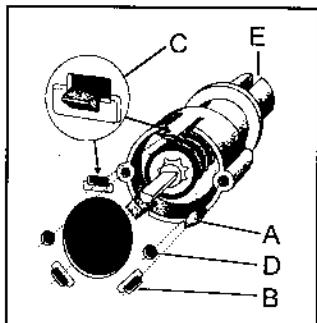
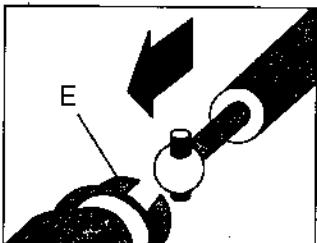

Рис. 17
Рис. 18
- Ведите исполнительный механизм с внутренней стороны блока переключателей или панели управления духовкой, так чтобы три выступа (A) совпали с тремя прорезями (B) на блоке переключателей или панели (рис. 17). (При этом имеется только одно подходящее положение.)
- Нажмите слегка на исполнительный механизм, так чтобы он зафиксировался с помощью выступов (A), как показано на схеме (C).
- Если по какой-либо причине один из выступов отломается, крепление можно выполнить с помощью винтов, вставляемых в отверстия (D) и ввинчиваемых в сам исполнительный механизм (см. рис. 18).
- Подвиньте духовку к телескопическим исполнительным механизмам, закрепив их на газовых кранах и вставив концевой поперечный участок в прорезь (E) (рис. 18).